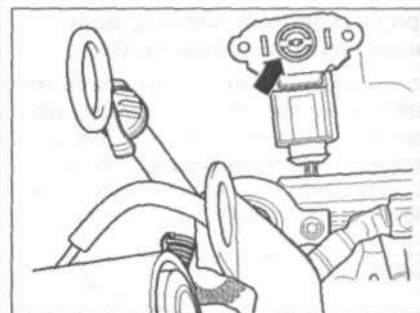

Рис. 4.35. Снимите датчик давления во впускном коллекторе с датчиком температуры входящего воздуха (разъем проводки остается присоединенным)
10. Снимите датчик давления во впускном коллекторе с датчиком температуры входящего воздуха (разъем проводки остается присоединенным) (рис. 4.35).